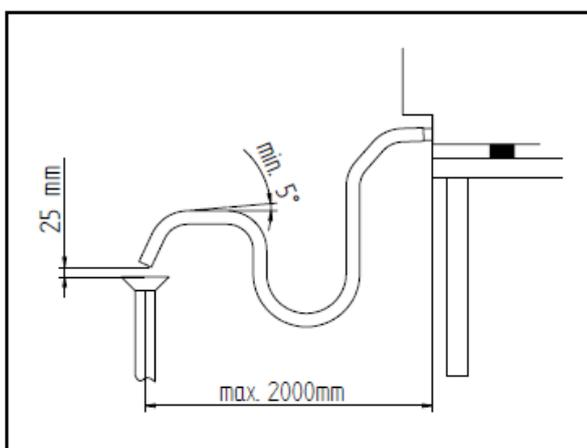

FIG. 1
**Vidange de l'eau** - Un tuyau de vidange, qui permet le drainage de la chambre de cuisson, sort du dos de l'appareil. Il faut y relier un tuyau ayant un diamètre interne de 30 mm (DN 30) et en mesure de résister aux températures de la vapeur ( $90^\circ\text{C}$ - $100^\circ\text{C}$ ). Pour éviter tout risque d'étranglement, il est conseillé d'utiliser un tuyau rigide en veillant à ce qu'il ne forme pas de « coudes » le long du parcours de vidange. Le tuyau doit par ailleurs avoir toujours la même inclinaison (min. 5%) sur toute sa longueur (la longueur considérée est celle du tuyau de vidange de l'appareil au point de vidange et elle ne doit dépasser 2 mètres). La tuyau de vidange doit arriver à un point de vidange ouvert au sol (Fig. 1). Par ailleurs le « saut » minimum doit être de 25 mm (distance entre le tuyau de vidange sortant de l'appareil et l'emboîture du tuyau de canalisation de vidange). Quoi qu'il en soit, le tuyau relié au tuyau de vidange de l'appareil ne doit pas être en contact direct avec le point de vidange pour des motifs de conformité aux normes d'hygiène en vigueur. Nous conseillons de raccorder la vidange de l'appareil au réseau des eaux grises en utilisant un siphon adéquat de façon à empêcher la sortie des vapeurs du point de vidange.